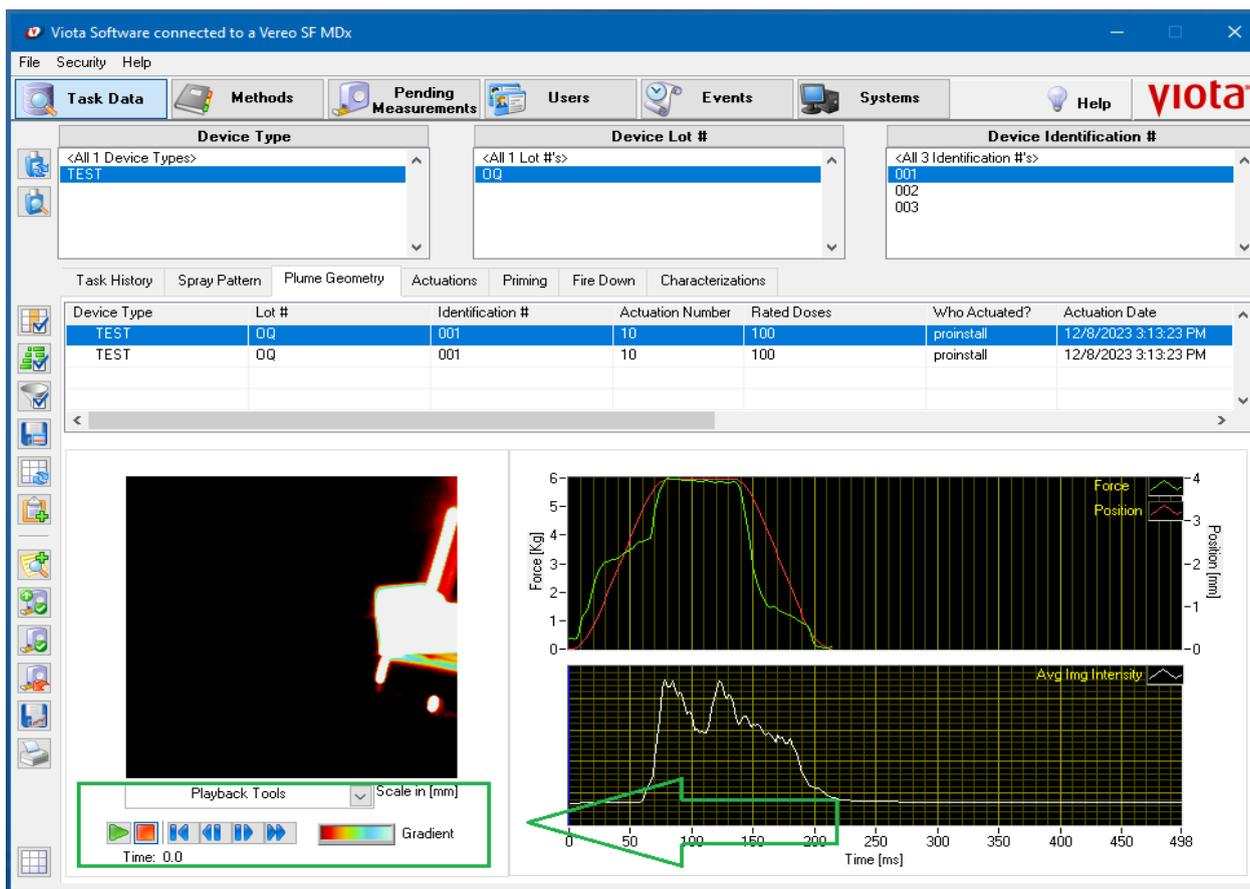

Figura 106. Controle de ferramenta de reprodução, geometria da pluma.
- *Playback Tools* (Ferramentas de medição): As imagens brutas do padrão de pulverização (conforme coletadas) serão recarregadas do banco de dados e exibidas junto com as ferramentas de reprodução conforme Figura 106 e descrita suas ferramentas conforme Figura 107